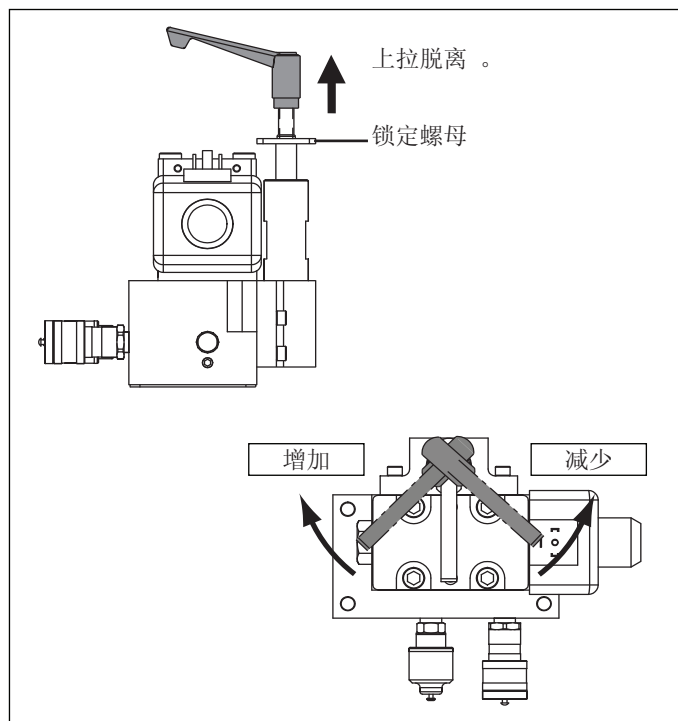

图 12，用户可以调节的溢流阀（标准）
- 拧松溢流阀的锁定螺母。见图 12。
2. 拧松溢流阀的锁定螺母。见图 12。